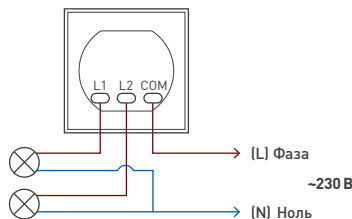

Рис. 1. Схема подключения
- 3.6. Подключите провода сетевого питания AC 230 В к контактам розетки в соответствии со схемой (рис. 1): L (фаза) — коричневый, N (нейтраль) — синий. Выходы L1 и L2 должны быть подключены к разным источникам света.